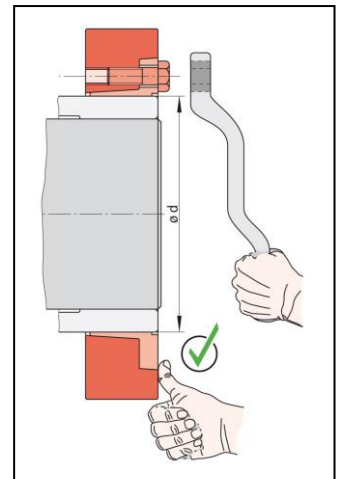

Bild 8.1
- 8.2 Die Hohlwelle am Außendurchmesser im Bereich, in dem die Schrumpfscheibe sitzt (Bild 8.1, Durchmesser d), leicht einfetten.